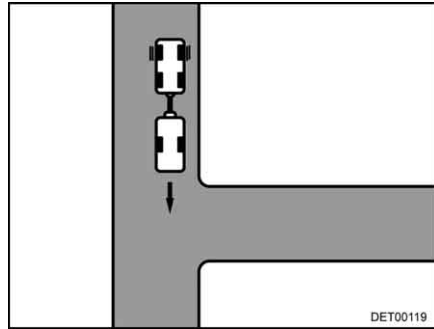

Fig. 12 Svoltata all'incrocio
- Avvicinarsi all'incrocio, fino a che la coda del caravan si trovi all'altezza di questo (Fig. 12).